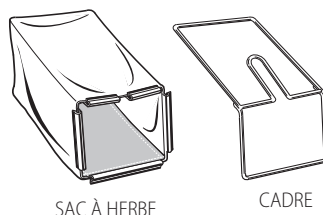

Fig. B1
2. Glissez le sac à herbe sur le cadre comme illustré dans la Fig. B1.